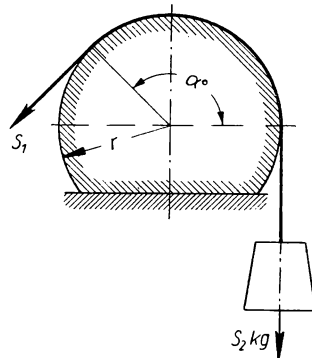

Bild 268
**410.** Ein Seil, mit  $S_2$  kg belastet, ist nach Bild 268 um einen gegen Drehung gesicherten Zylinder geschlungen. **a)** Welche Kraft  $S_1$  muß an dem freien Seil-Ende angreifen, um die Last  $S_2$  emporzuziehen? **b)** Wie groß ist der an dem zylindrischen Mantel auftretende gesamte Reibungswiderstand?